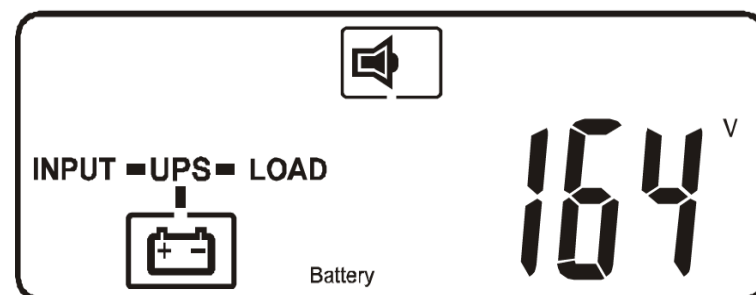

Рис. O1
- Напряжение АКБ (Вольт) — рис. O1